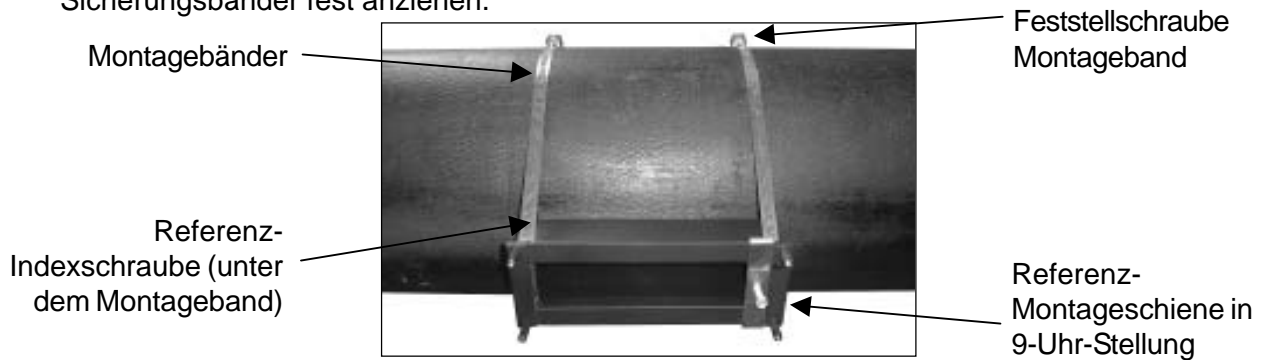

Abbildung 2
- Mit einem Flachkopfschraubendreher oder einem 5/16" Steckschlüssel die Referenz-Montageschiene auf dem Rohr anbringen. Die Bänder anbringen, aber noch nicht festziehen (Abbildung 2). **WICHTIG: Darauf achten, dass die Referenz-Indexschrauben auf den Montageschienen einander gegenüberliegen.**